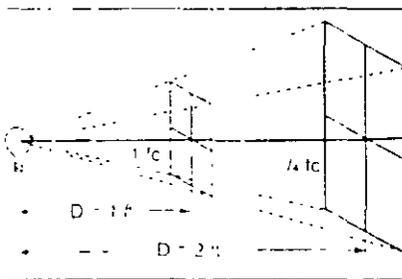

Figura 1
La candela es la unidad de intensidad (I) y es analogo a la presion en el sistema hidraulico. A veces es llamada candela y describe la cantidad de luz (lúmenes) en una unidad de angulo solido. Esta unidad de angulo solido se llama steradian. Se observara en la figura 1 que mientras la luz se aleja de la fuente el angulo solido cubre un area mas y mas grande, pero el angulo permanece asi como la cantidad de luz que contiene. Por lo tanto la intensidad en una direccion dada es constante independientemente de la distancia